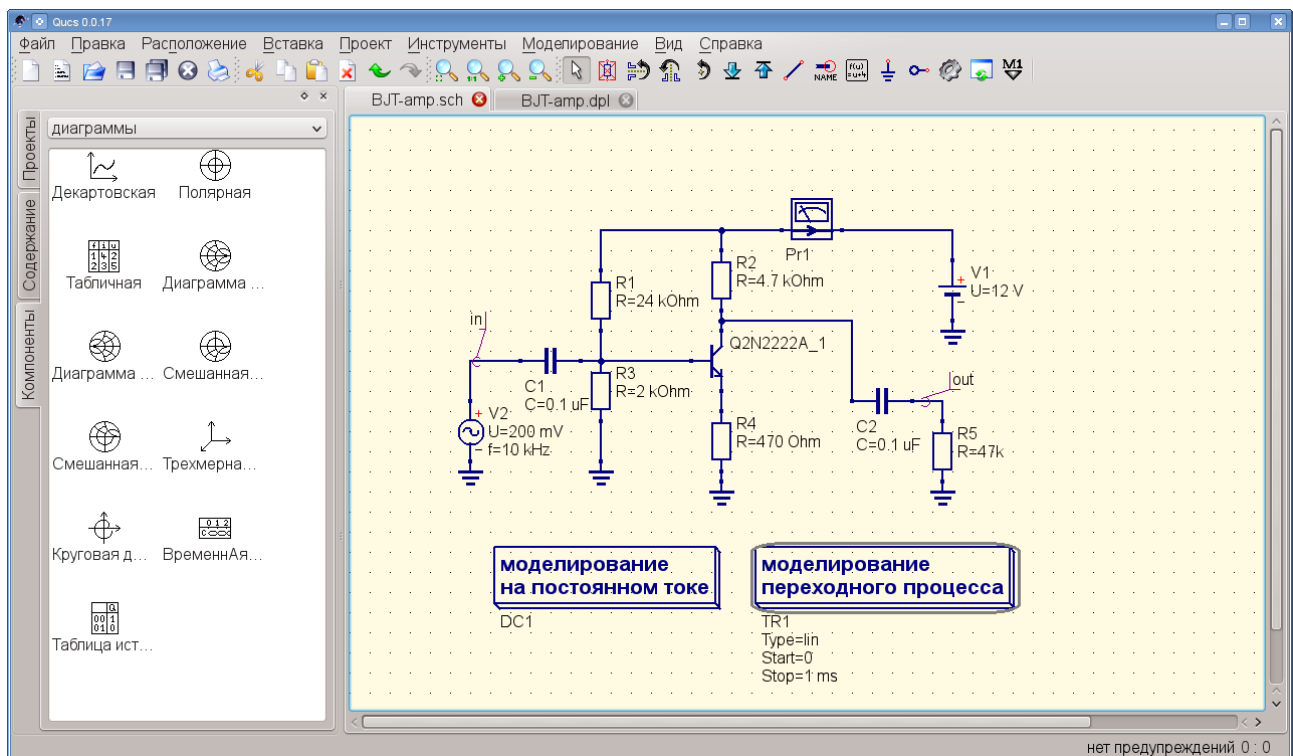

Рис. 5. Однокаскадный транзисторный усилитель
Для этого сначала собираем схему усилителя (см. рис. 5). Особенностью этой схемы является, то что двум узлам, соответствующим входу и выходу усилителя, заданы имена in и out соответственно при помощи кнопки (6) на рис.1. Кроме моделирования переходного процесса для схем, содержащих активные компоненты, нужно обязательно проводить расчёт рабочей точки. Для этого поместим на схеме компонент моделирования на постоянном токе.
Схема повторяет схему из предыдущего раздела (рис.5), но здесь добавляются два новых компонента: «Моделирование на переменном токе» (AC1) и «Уравнение». Компонент «Моделирование на переменном токе» находится в группе компонентов «Виды моделирования» и служит для задания параметров (начальная и конечная частота и число точек расчёта) расчёта схемы на переменном токе. Чем больше мы возьмём точек расчёта, тем медленнее будет моделирование, но тем точнее будет форма АЧХ.
В ходе моделирования на переменном токе последовательно изменяется частота источника переменного тока (V2 на схеме рис.5) от начальной до конечной частоты и для каждой частоты производится расчёт напряжений и токов в схеме.